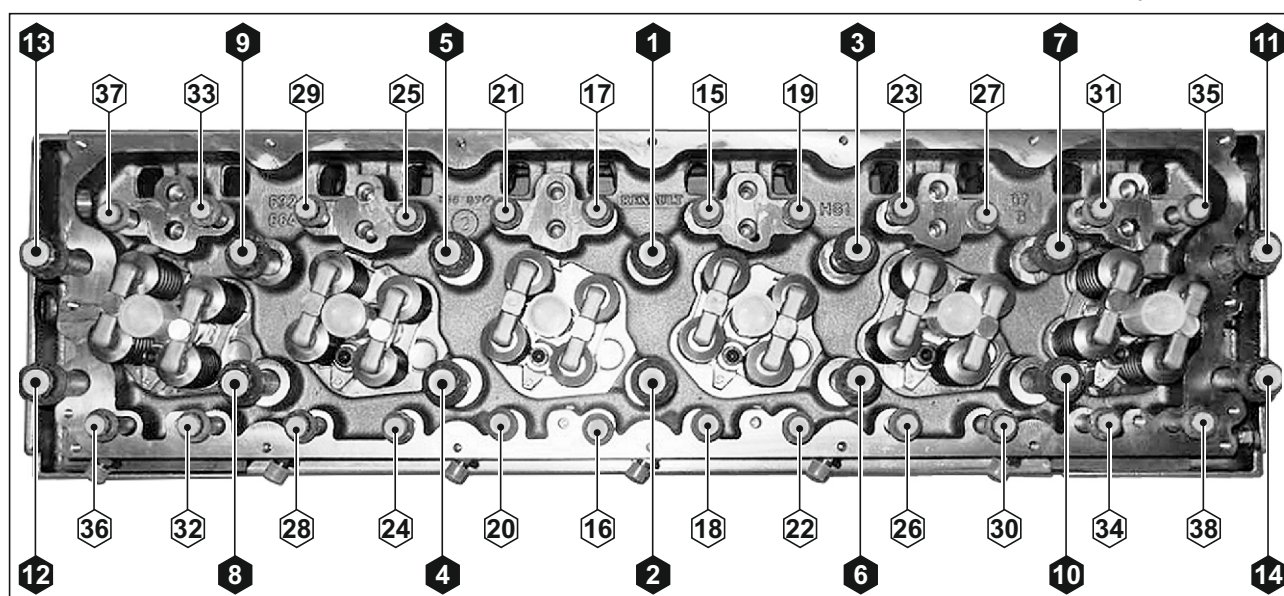

Рис. 123. Порядок затяжки болтов головки блока цилиндров.
5. Ввернуть болты крепления головки блока цилиндров и затянуть в порядке, указанном на Рис. 123.